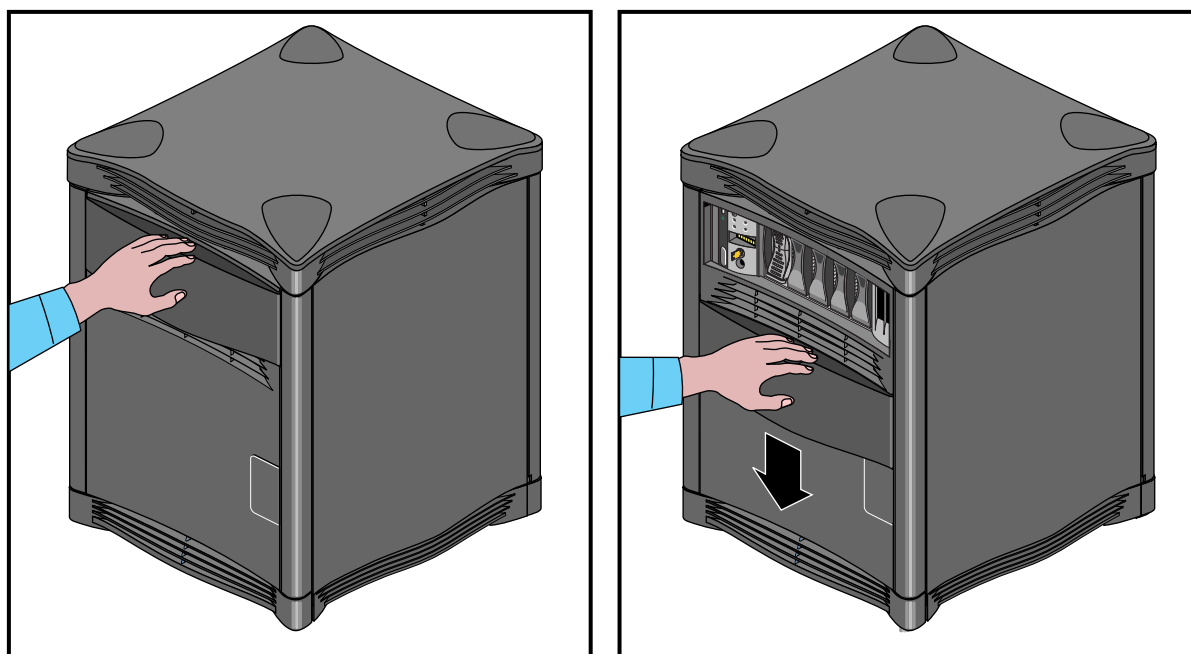

Figure 3-1 Manipulation du panneau avant coulissant
2. Le panneau doit se bloquer en atteignant sa position d'ouverture. Vous pouvez alors accéder facilement aux lecteurs et au contrôleur du système (voir Figure 3-1).